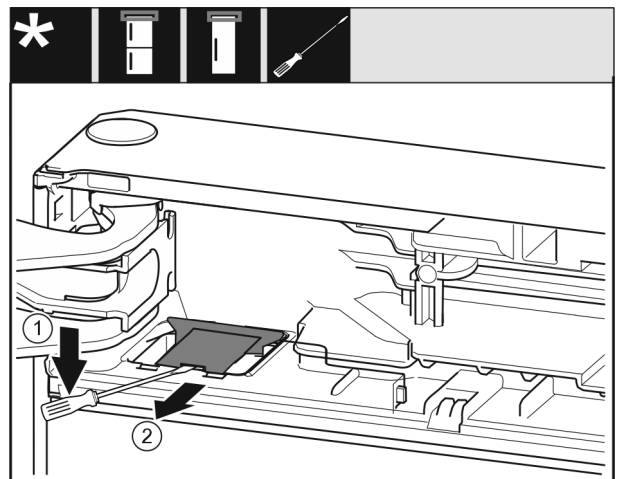

Fig. 10
Met een sleufschroevendraaier de afdekking losmaken en optillen. Fig. 10 (1)
Afdekking eruit nemen. Fig. 10 (2)